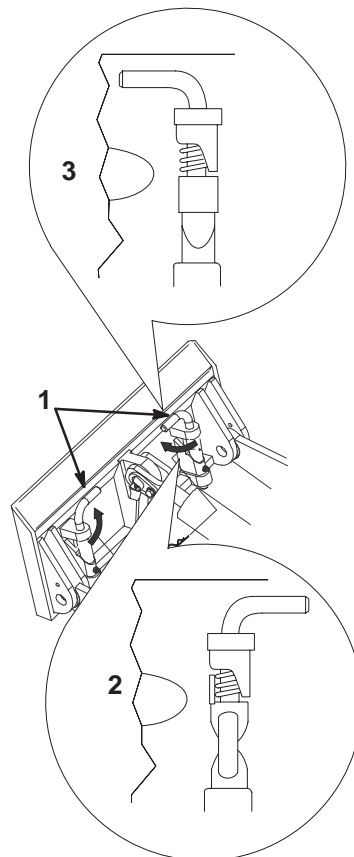

Figure 17
7. Engagez complètement les goupilles à fixation rapide dans la plaque de montage (Fig. 17) pour les verrouiller.